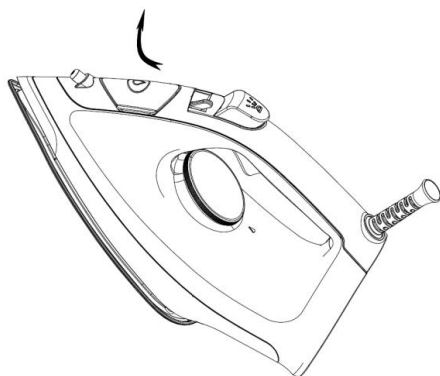
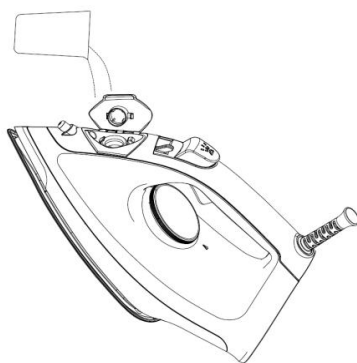

Fig.1
Fig.2
13. Ouvrez le couvercle d'arrivée d'eau (voir Fig. 1) et inclinez le fer à 30°. Versez une quantité appropriée d'eau dans le réservoir d'eau à l'aide d'une tasse à mesurer (voir Fig. 2). Il est préférable d'utiliser de l'eau pure ou de l'eau distillée contenant moins de particules de calcaire et de veiller à ce que l'eau ne dépasse pas la ligne de niveau d'eau maximale marquée sur le réservoir d'eau. Appuyez sur le couvercle d'arrivée d'eau pour le fermer. Un son de « clic » peut être entendu si le couvercle d'arrivée d'eau est bien fermé en position.